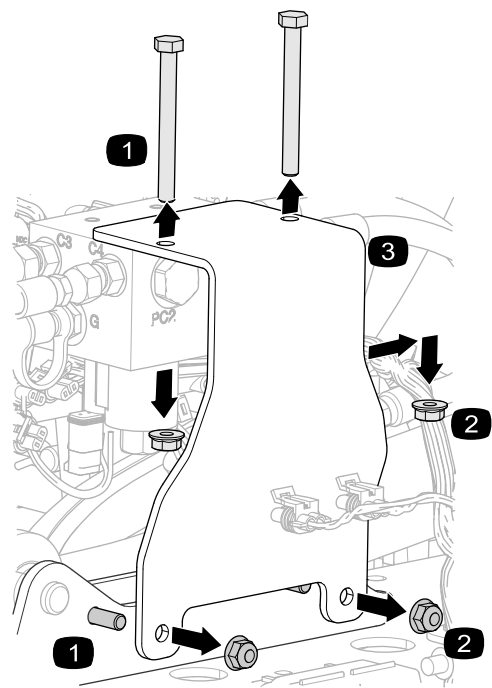

Figure 11
1. Retirez les écrous et les boulons qui fixent le support au collecteur du vérin de levage et à la plaque de montage (Figure 11).